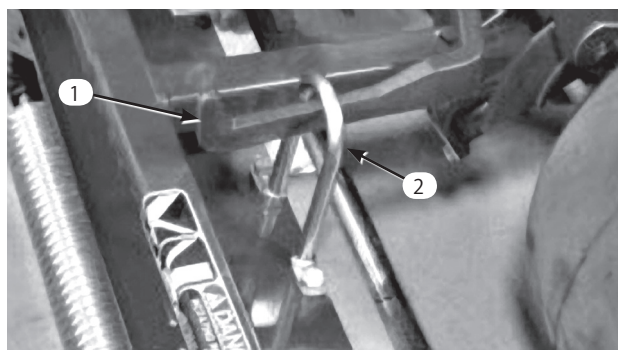

図11
3. カッティングユニットをプルフレームの下に引き入れ、吊り輪（フープ）を昇降アームに引っかける（図11）。